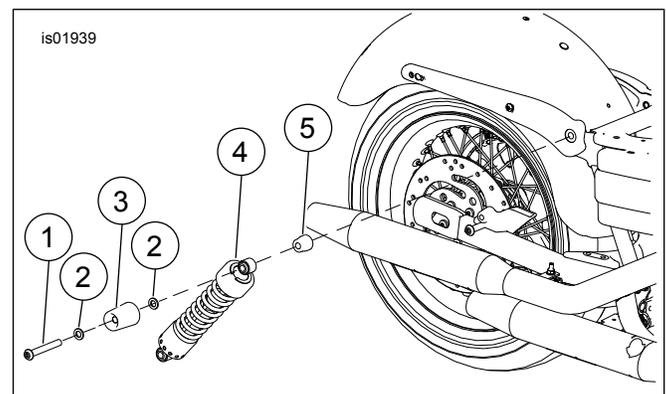

Figura 1. Rimozione degli ammortizzatori posteriori di serie
1. Vedere Figura 1. Rimuovere i bulloni di montaggio superiore (1) ed inferiore. Eliminare tutti i bulloni, il distanziale di serie dell'ammortizzatore (5), tutte le rondelle (2) usate sul bullone superiore dell'ammortizzatore e il coperchio superiore cromato dell'ammortizzatore (3) sui modelli dotati di coperchio superiore.